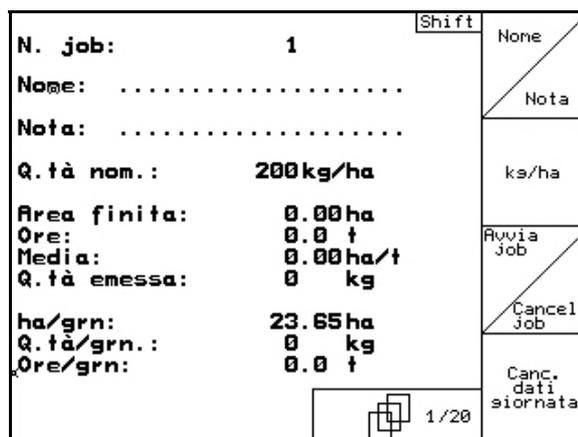

Fig. 31
11.  Mediante il menu principale , passare al menu Job (Fig. 31).
12.  Cancellare i dati della giornata nel job avviato (Fig. 31).